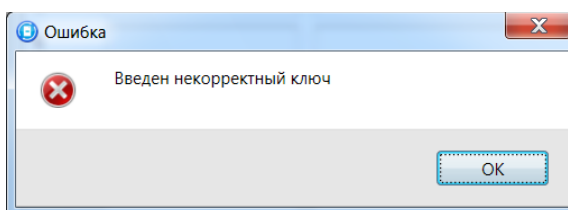

Рис. 6.20. Сообщение об ошибке
**Внимание!** Для регистрации кода или электронного ключа необходимо, чтобы соответствующий способ постановки/снятия (*Электронный ключ* или *Клавиатура Мираж-КД*) был предварительно выбран на вкладке *Параметры* в раскрывающемся списке *Способ управления постановкой/снятием*. В противном случае ввод не будет принят и появится сообщение об ошибке (рис. 6.20).